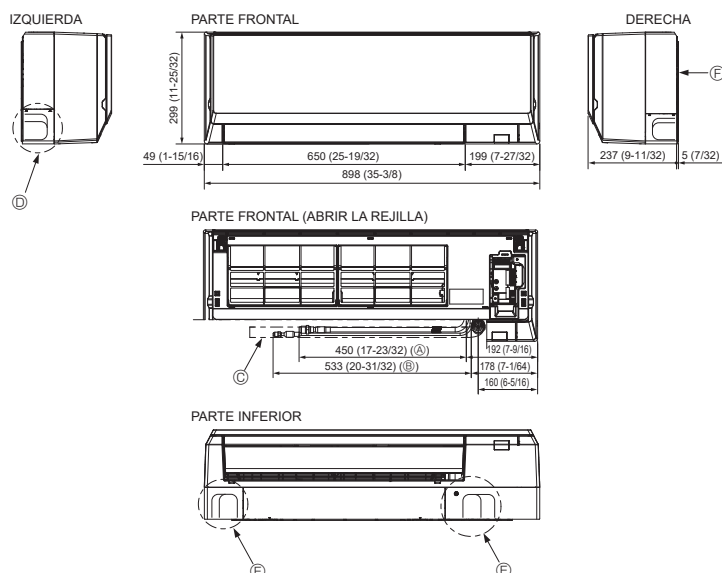
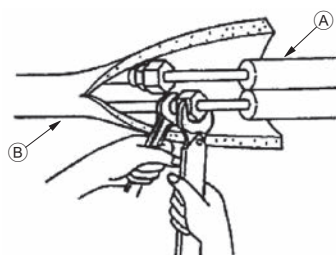

Fig. 4-2
Fig. 4-3
4.2. Colocación de las tuberías de refrigerante y de drenaje (Fig. 4-2)
- Ⓕ Placa de montaje ①
4.3. Tubería de refrigerante (Fig. 4-3)